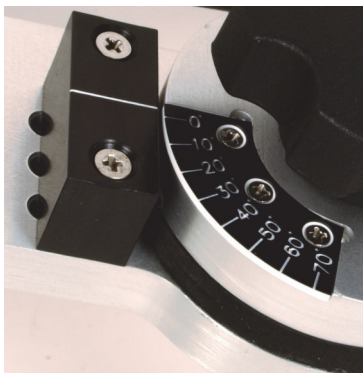

Рис. 2-2 Угловая шкала
2. Ориентируясь по шкале, настройте раму на нужный угол (Рис. 2-2 на стр. 38).